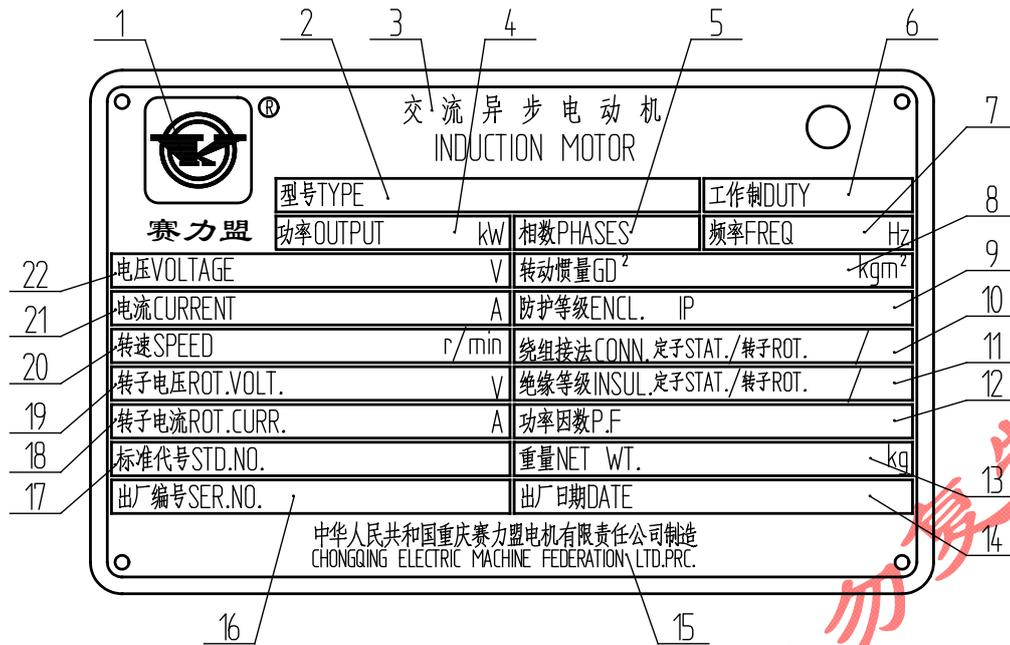

图 1-1 交流异步电动机铭牌
1.4.2 铭牌: 不锈钢铭牌永久性的固定在电动机机座上, 不得拆除。铭牌说明了制造、识别、电气和机械信息。参见图 1-1: